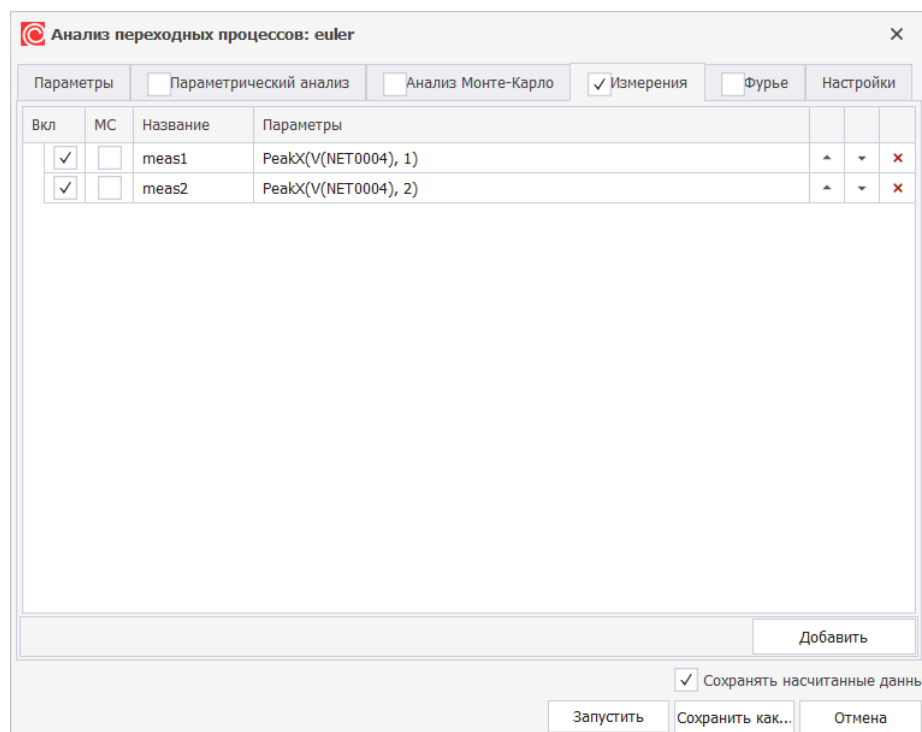

Рис. 192 Ввод параметров измерений
6. Откройте параметры анализа переходных процессов **euler** данного проекта и для проверки результата задайте соответствующие измерения, см. Рис. 192, нажмите «Запустить».